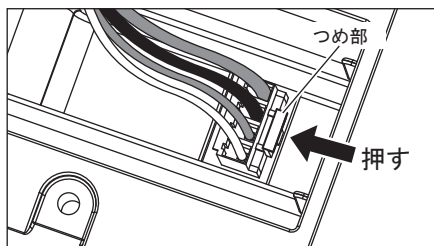

図 25
- 4) コネクタの根元近くをつめ部を押しながら、コネクタを取り外します。(図 25)